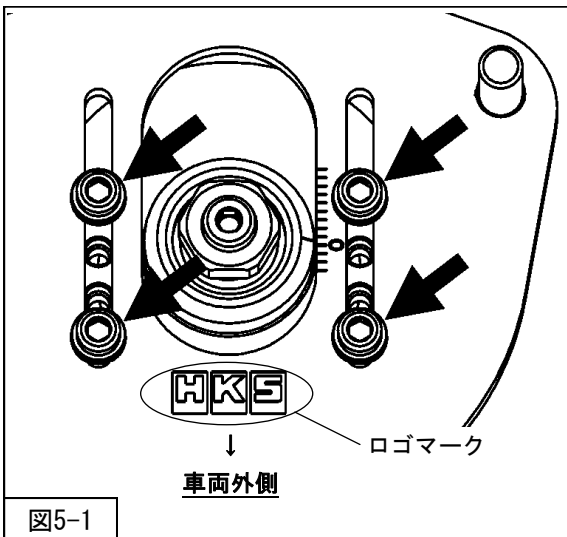

図5-1
2. キャンバー調整ボルト(4ヶ所)をゆるめてください。(図5-1矢印部分)